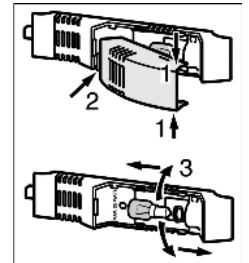

Fig. 6
- ▶ Chwycić klosz żarówki u góry oraz na dole i wyciągnąć Fig. 6 (1).
- ▶ Klosz żarówki wyjąć z tyłu z uchwytów i odchylić Fig. 6 (2).
- ▶ Wymienić żarówkę Fig. 6 (3).